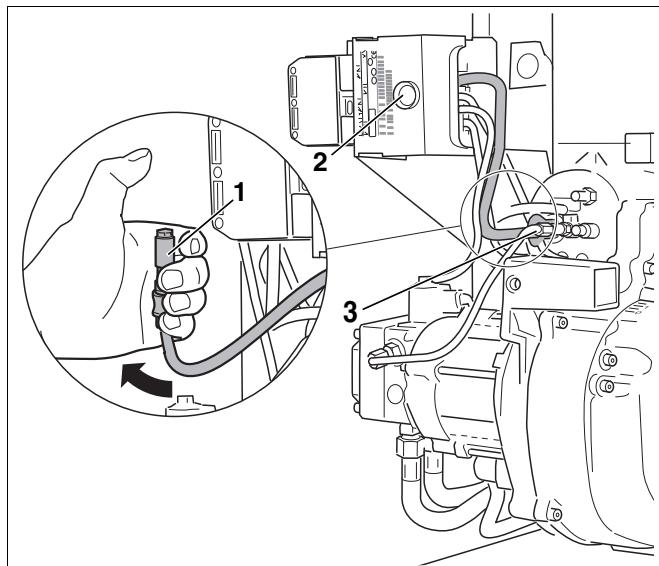

Рис. 32 Проверка работы датчика пламени
- При работающей горелке вынуть датчик пламени, взяв его за предусмотренную для этого ручку (Рис. 32, **поз. 3**).
- Закрыть датчик пламени (Рис. 32, **поз. 1**). После повторного запуска должно произойти отключение из-за неисправности.
- По истечении времени ожидания, составляющего примерно 30 секунд, нужно разблокировать автомат горения дизельного топлива, нажав кнопку подавления помех (Рис. 32, **поз. 2**).